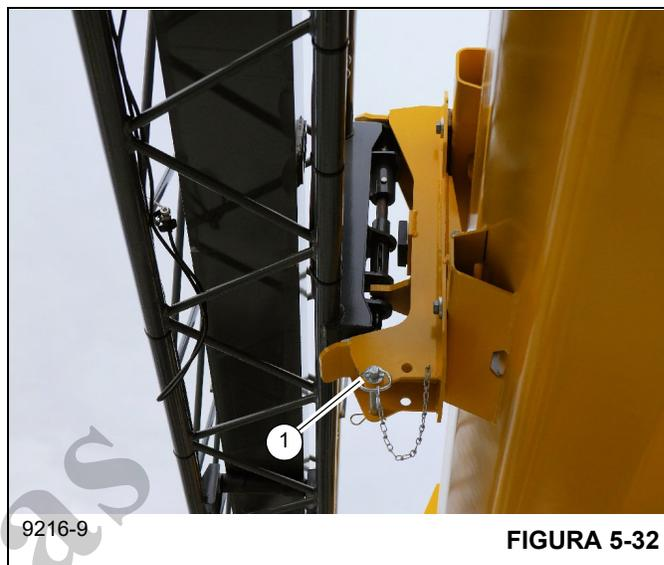

FIGURA 5-32
12. No suporte de retração dianteiro, instale o pino cruzado (1, Figura 5-32) nos furos embaixo do parafuso do macaco. Prenda o pino cruzado na posição com um grampo de retenção.